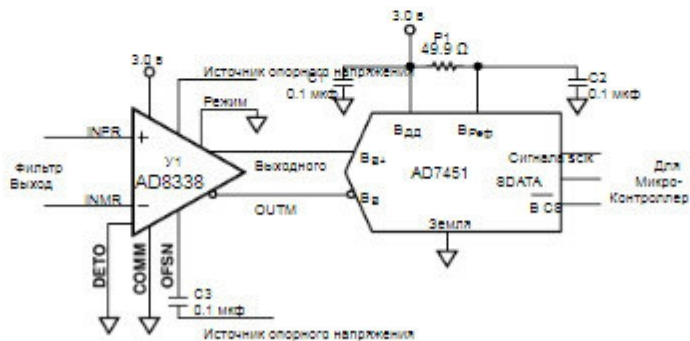

Рис. 46. Базовое подключение к AD7451 АЦП
**AD8338** хорошо подходит для езды на высокой скорости аналого-циф преобразователь (АЦП) и совместим со многими АЦП от аналогового Устройств, Инк. Этот пример иллюстрирует взаимодействие **AD8338** на AD7451. В **AD7451** низкая мощность, 3.0 в АЦП, которые также конкурентоспособным ценам, что обеспечивает низкую совокупную стоимость. Рис. 46 показаны основные связи между **AD8338** и AD7451. Синфазного напряжения обеспечивается **AD8338** в спецификации AD7451.